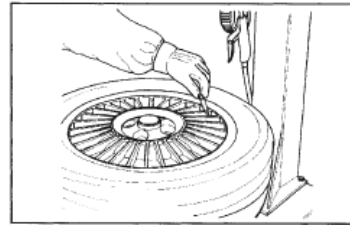

Рис. 20
- A.** Снимите все балансировочные грузы. Выверните вентиль и удалите из шины воздух (рис. 20).